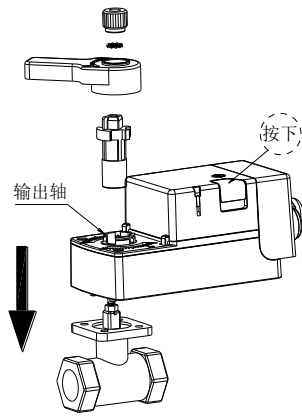

图 5
(3) 如图 5, 按下执行器离合按钮, 同时顺时针旋转输出轴至全关(无法转动的位置), 再松开离合按钮。执行器底面定位柱对准阀门法兰盘 4 个定位孔卡入, 装入连接杆, 并确保其下部方孔套住阀杆, 再依次装入手柄、防滑垫片、螺帽。